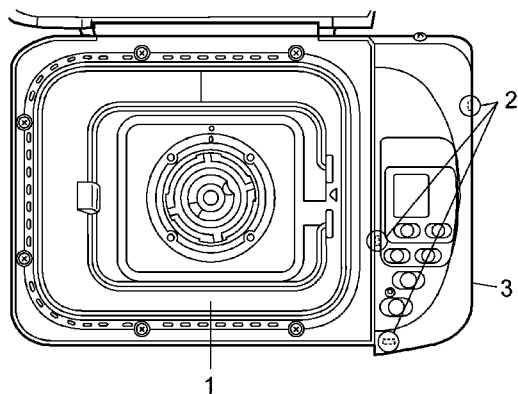
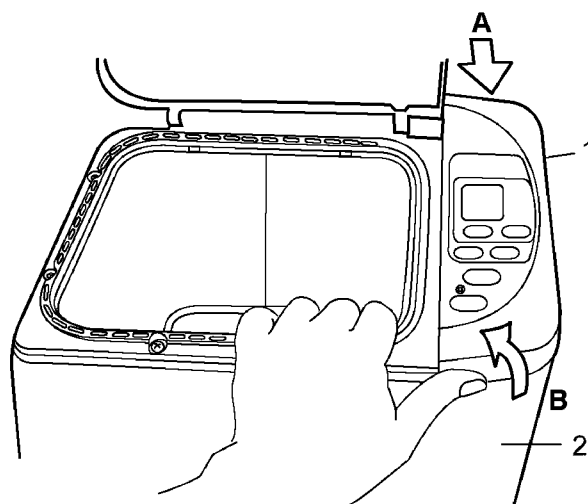

Рис. 2
Рис. 3
2. Сдвинуть панель управления назад А и осторожно снять ее В. (Рис. 2 & Рис. 3)